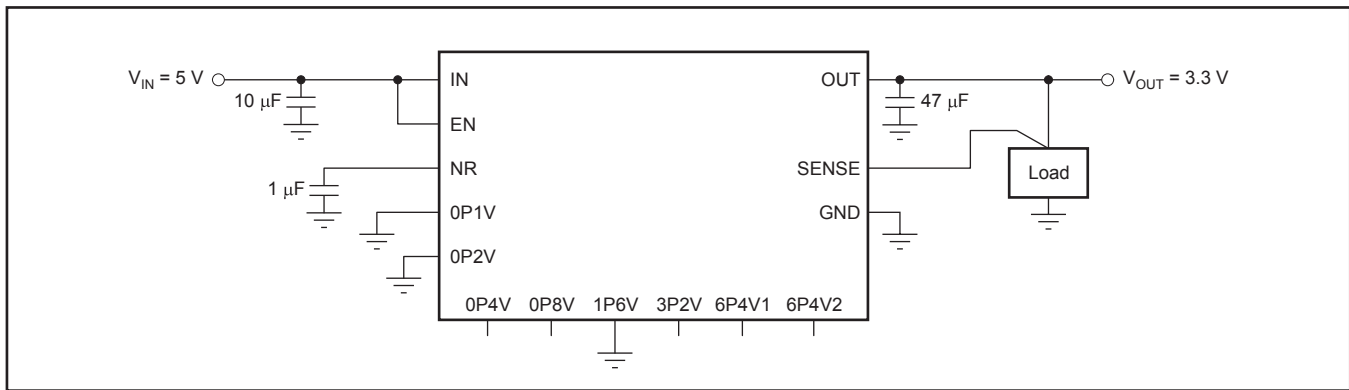

図 24. PSRR性能の最大化およびRMSノイズの最小化
図24に示すように、出力電圧は適切な制御ピンを接地することにより設定されます。接地されると、各制御ピンは内部リファレンス電圧 ($V_{REF} = 1.4V$) に特定の電圧を加算します。例えば、ピン 0P1V、0P2V、1P6Vを接地した場合、式 (1) に示されるように、1.4Vの内部リファレンス電圧に電圧値0.1V、0.2V、1.6Vがそれぞれ加算され、 $V_{OUT(NOM)}$ は3.3Vとなります。